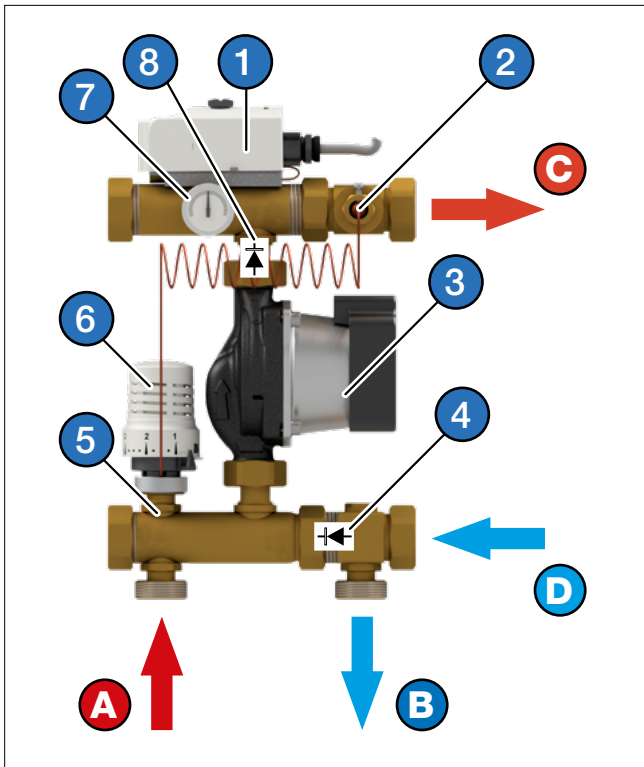

Abb. 3-1 Komponentenübersicht
1. Regelstation mittels der 1" Muttern sowie den zugehörigen Dichtungen an den Heizkreisverteiler montieren. Auf richtigen Anschluss von Vorlauf und Rücklauf achten (siehe „Abb. 3-1 Komponentenübersicht“ auf Seite 4).